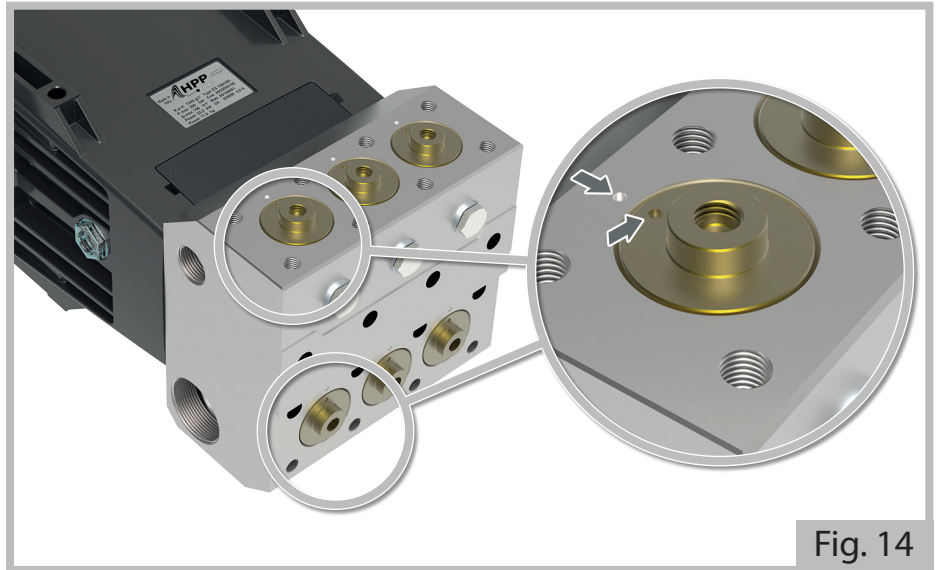

Fig. 14
Pour un montage correct, il faut faire correspondre les repères de référence situés sur les entretoises (8) avec ceux de la tête, comme cela est illustré sur la figure 14.